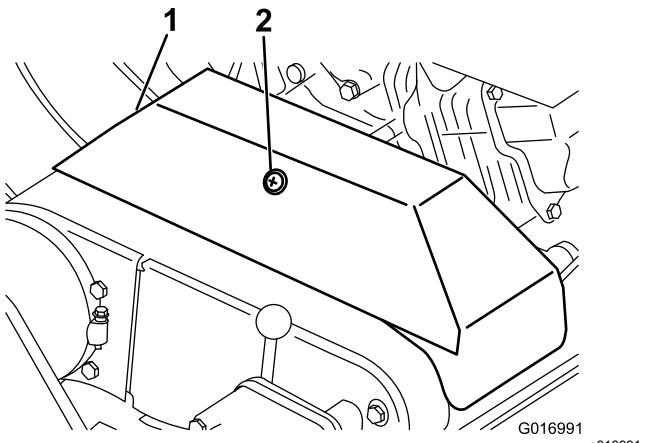

Рисунок 46
2. Ослабьте стопор, фиксирующий крышку клинового ремня, и откинте крышку (Рисунок 46).